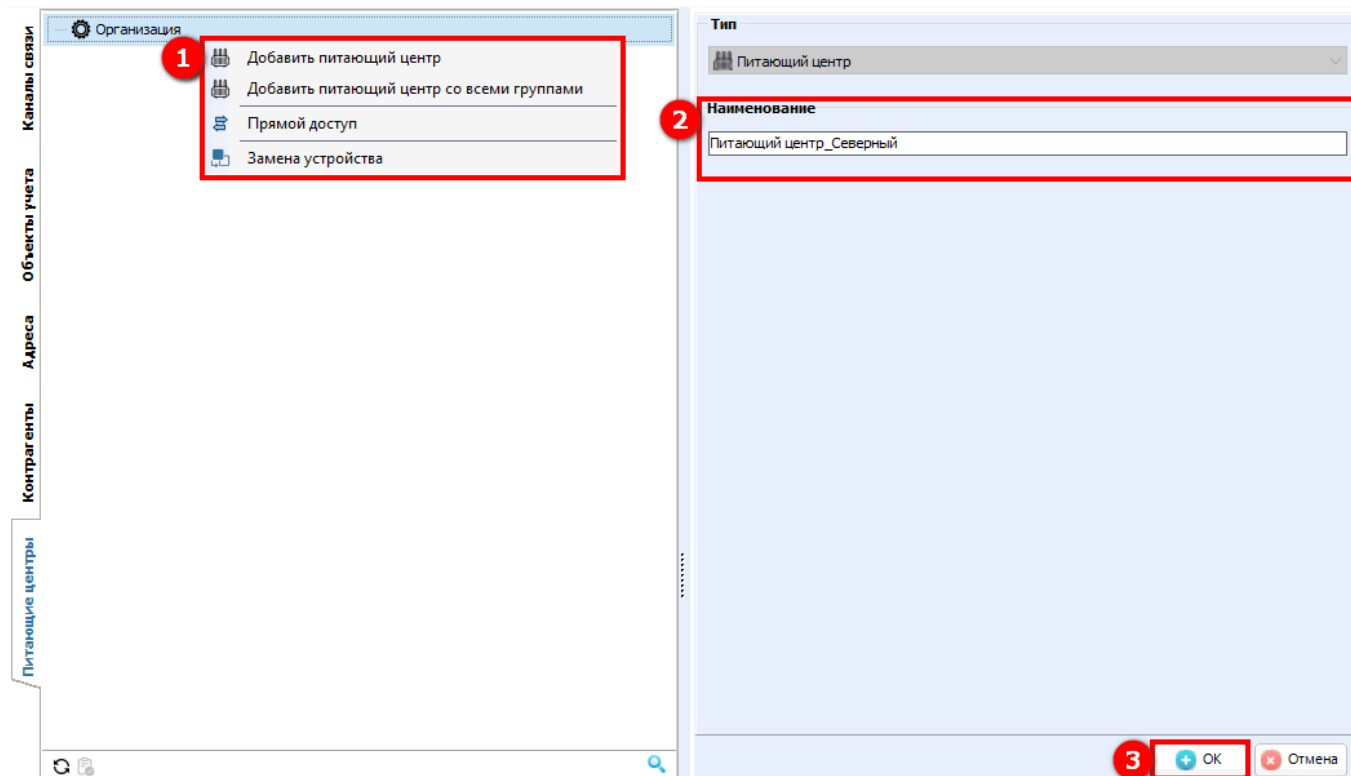

Рисунок 365 – Добавление Питающего центра
Добавление «нового» Питающего центра осуществляется с помощью контекстного меню в дереве **Питающие центры**. Для этого необходимо нажать правой кнопкой мыши в вершине дерева **Питающие центры** и в открывшемся контекстном меню выбрать **Добавить питающий центр** (1) (см. рисунок 365).